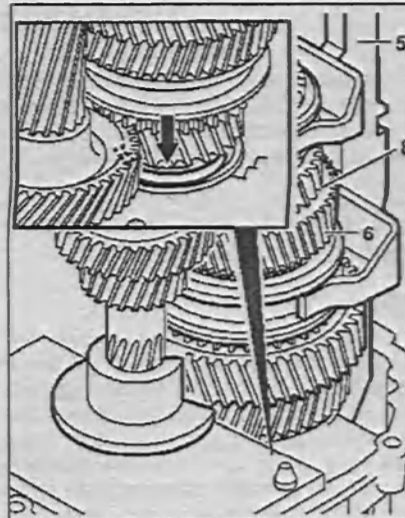

Рис. 5.61. Запрессуйте вторичный вал 8.
8. Запрессуйте вторичный вал 8 и снимите центровочное приспособление (рис. 5.61).